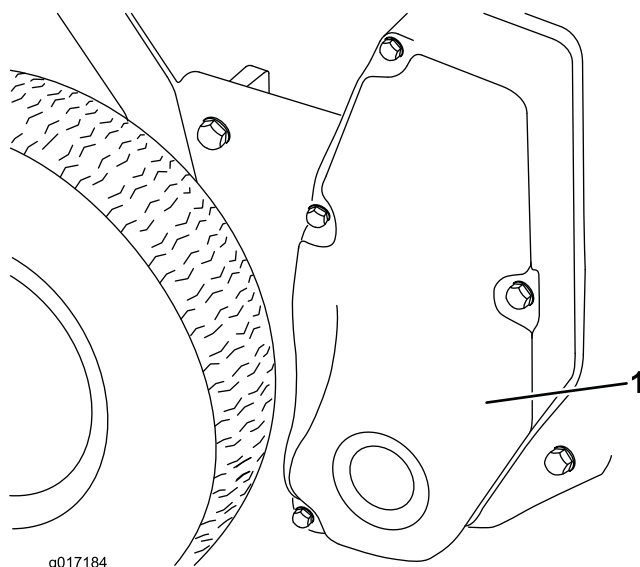

Figura 7
16. Retire os (4) parafusos que fixam a cobertura da alavanca do cilindro à placa lateral direita e retire a cobertura (Figura 7).